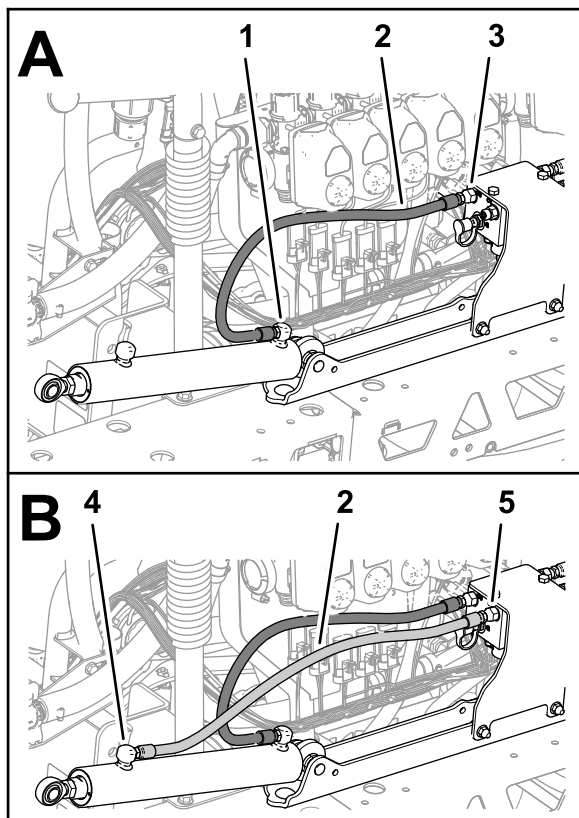
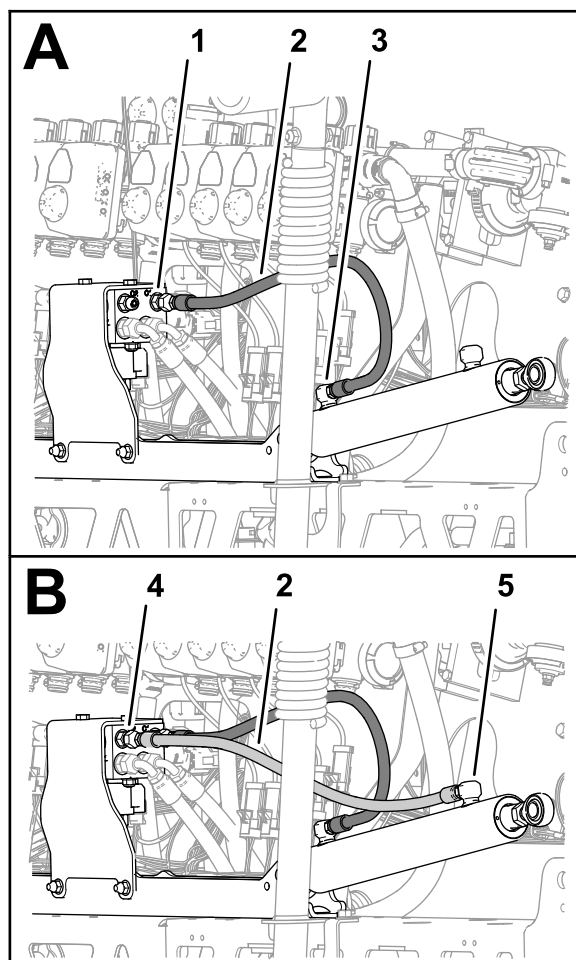

図 118
図 119
1. 左側ブーム昇降シリンダの延長動作用ポートとブーム昇降マニホールドのポート C3 との間に、新しい油圧ホース  $\frac{1}{4} \times 24\frac{3}{4}$ " を仮止めする 図 118。
2. 左側ブーム昇降シリンダの収縮動作用ポートとブーム昇降マニホールドのポート C4 との間に、新しい油圧ホース  $\frac{1}{4} \times 24\frac{3}{4}$ " を仮止めする 図 118。
3. 右側ブーム昇降シリンダの延長動作用ポートとブーム昇降マニホールドのポート C1 との間に、新しい油圧ホース  $\frac{1}{4} \times 24\frac{3}{4}$ " を仮止めする (図 119。
4. 右側ブーム昇降シリンダの収縮動作用ポートとブーム昇降マニホールドのポート C2 との間に、新しい油圧ホース  $\frac{1}{4} \times 24\frac{3}{4}$ " を仮止めする 図 119。
5. 昇降シリンダの延長動作用および収縮動作用のポートのホースフィッティング 図 118 と 図 119 を 21-26 N·m 2.1-2.6 kg·m = 15-19 ft·lb にトルク締めする。
6. 昇降マニホールドのホースのスイベルナット 図 118 と 図 119 を 24-30 N·m 2.4-3.0 kg·m = 17-22 ft·lb にトルク締めする。